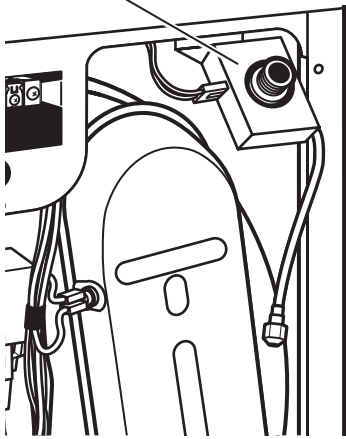

Figura 11: Componentes del sistema de agua
Active el modo de prueba de servicio (consulte la pág. 99). Salte al paso 3 en el cuadro de modo de prueba de servicio (consulte la pág. 100). Verifique que se rocíe agua dentro del tambor. Consulte la Figura 11.
- Verifique que la manguera y los cables estén conectados con el ensamblaje de la válvula de agua (consulte la Figura 11).